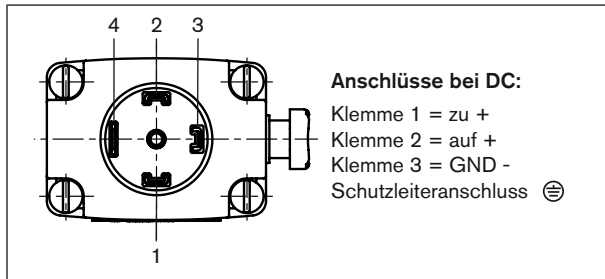

Bild 9: Schaltbild
- Impulsventile (variable code CF 02) wie im Bild 9: anschließen.